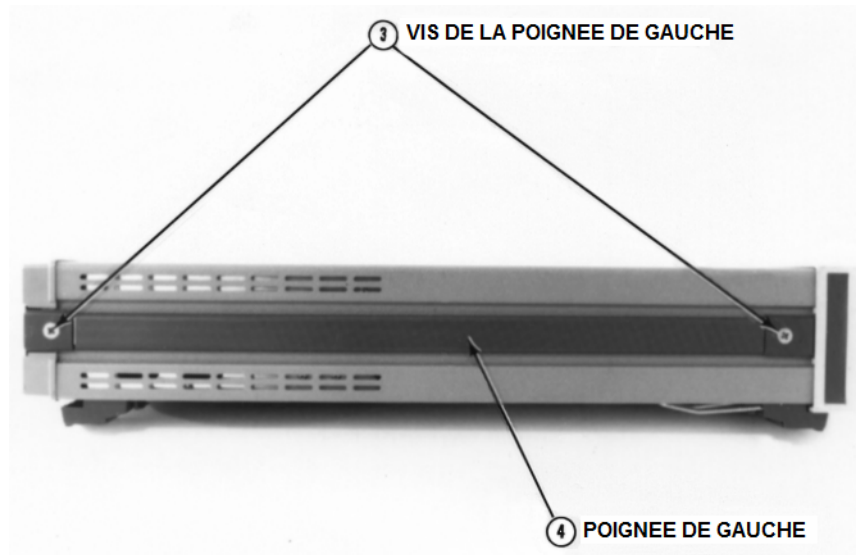

Figure C-2 Côté gauche du 3458A
- 5 Référez-vous à la **figure C-2**. Tournez l'instrument de façon à ce que son côté gauche soit face à vous.
- 8 Référez-vous à la **figure C-2**. Réinstallez la poignée de gauche en la vissant avec le tournevis cruciforme #1.